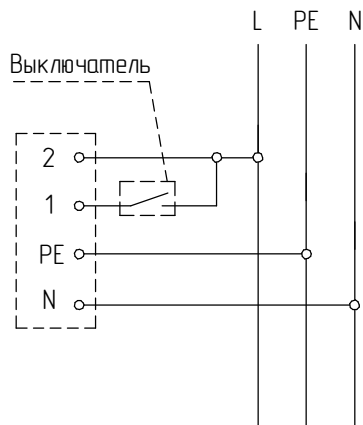

Рисунок 3 - Схема подключения светильника к сети
5.7 Подключение светильника производить согласно схеме (рис. 3). Подключите фазовый провод некоммутируемой сети освещения (т.е. между фидером и светильником не должно быть никаких выключателей, кроме автоматов защиты) к клемме 2, а фазовый провод коммутируемой сети к клемме 1.